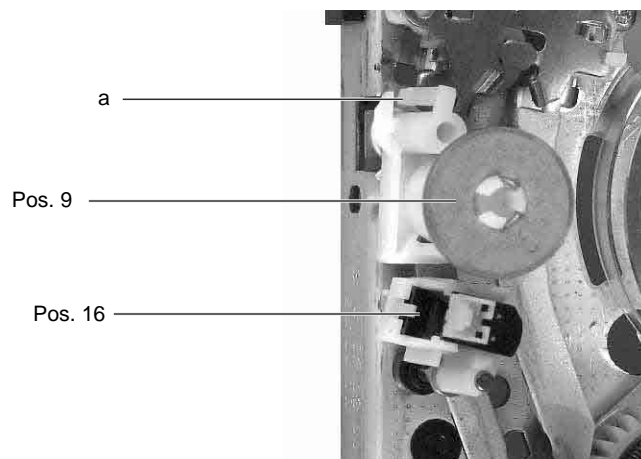

Fig. 21
- Befestigungshaken der Feder (a) lösen und Beruhigungsrolleneinheit (Pos. 9) nach oben herausziehen (Fig. 21).
- Löschkopf senkrecht nach oben herausziehen (Fig. 21).
- Loosen the fastening hook of the spring (a) and raise the damping roller (Pos. 9) to remove it (Fig. 21).
- Remove the erase head assembly in vertical direction (Fig. 21).